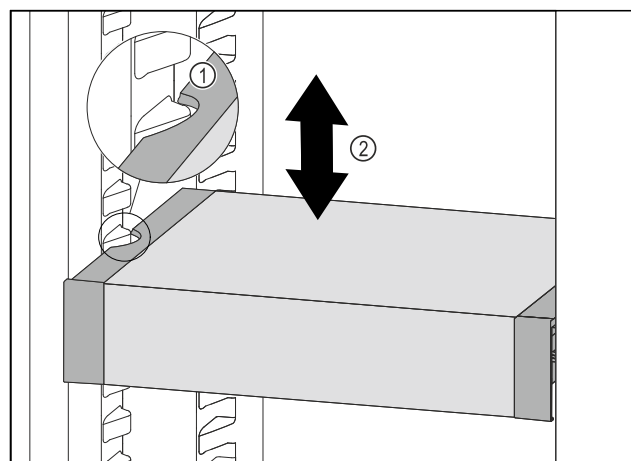

Fig. 117
- ▶ Tirer le VarioSafe vers l'avant jusqu'à ce que les encoches latérales du VarioSafe soient à la hauteur de la nervure du bac dans la partie réfrigérateur. Fig. 117 (1)
- ▶ Déplacer le VarioSafe vers le haut ou vers le bas dans la partie réfrigérateur jusqu'à ce que la hauteur souhaitée soit atteinte. Fig. 117 (2)